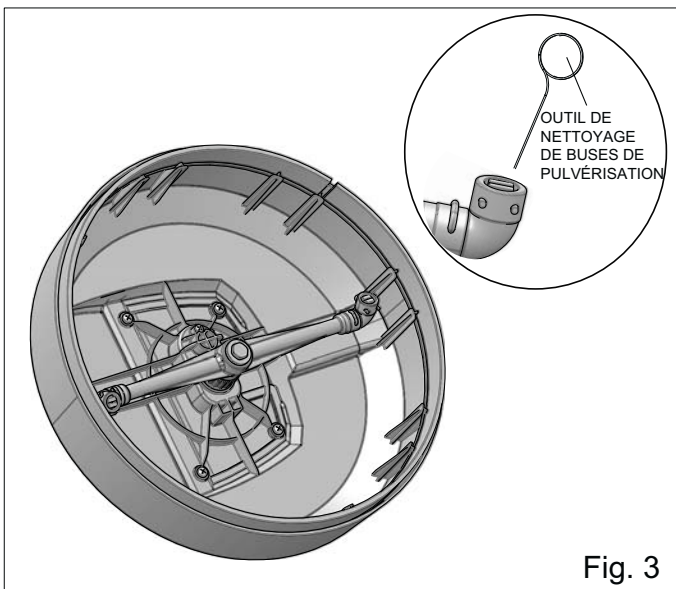

Fig. 3
- En cas de marque en forme de bandes ou de tourbillon, ralentissez la cadence. Si celles-ci persistent, cela indique qu'une ou plusieurs buses sont bouchées. Déconnectez le nettoyeur de surface de la lance de pulvérisation du nettoyeur à haute pression avant tout nettoyage. En utilisant un trombone ou un outil de nettoyage pour buse (non fourni), délogez les objets étrangers pouvant boucher ou réduisant l'efficacité des buses. (Voir la Fig.3)